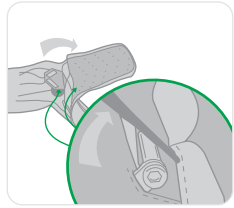

Figura 9
- Abra con la cremallera el panel trasero de la mochila e inspeccione el conector del arnés en busca de daños, distorsión, corrosión o agrietamiento. Asegúrese de que el perno de sujeción está fijo (consulte la figura 9). Si ve daños aparente, no lo utilice. Retire el Latchways PRD descender device del servicio y póngase en contacto con MSA.